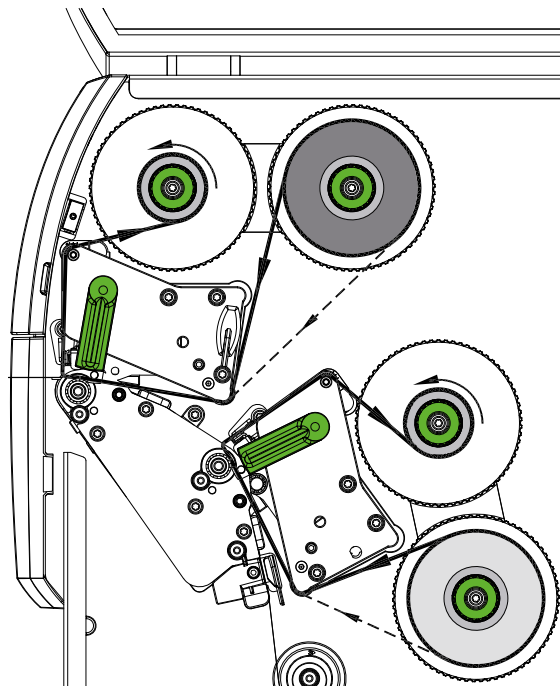

Рис. 17 Ход трансферной ленты
5. Наденьте подходящий сердечник (2) на намотчик трансферной ленты (3) и зафиксируйте так же, как и рулон ленты.
6. Проведите трансферную ленту через печатающий механизм, как показано на рис. 17. Штриховая линия относится к лентам, намотанным стороной с покрытием наружу.
7. Закрепите начало трансферной ленты с помощью клейкой ленты на сердечнике (2). Учтите направление вращения намотчика трансферной ленты — против часовой стрелки.
8. Поверните намотчик трансферной ленты (3) против часовой стрелки, чтобы выровнять ход ленты.
9. Поверните рычаг (1) по часовой стрелке, чтобы зафиксировать печатающую головку.